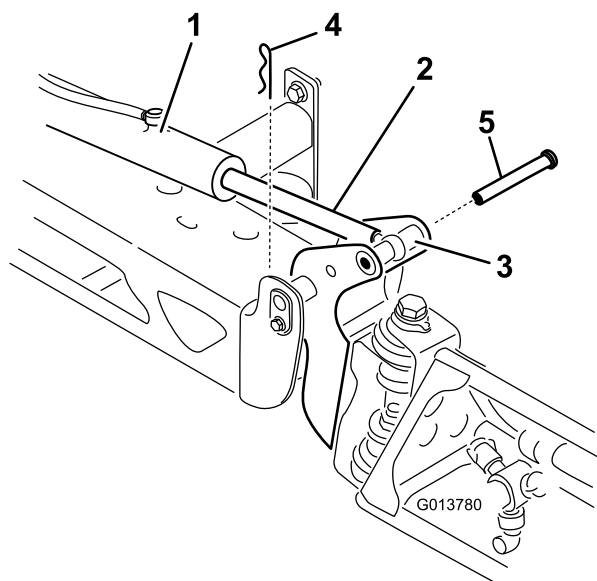

Рисунок 105
2. Извлеките шплинт из оси поворота (Рисунок 105).
3. Поднимите стрелу, извлеките штифт (Рисунок 105) и медленно опустите стрелу на землю.
9. Удерживая стрелу, проденьте штифт сквозь ось поворота стрелы и шток привода (Рисунок 105).